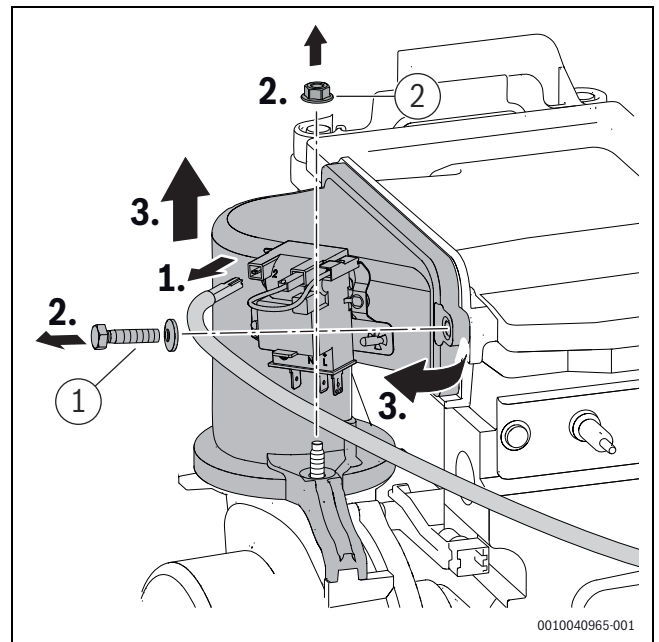

Bild 77 Mischeinrichtung ausbauen
- ▶ Schraube und Mutter ([1] und [2], Bild 77) an der Mischeinrichtung mit 5,5+0,5 Nm festziehen.